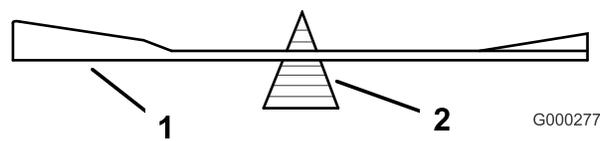

図 80
2. ブレード баланサーを使ってバランスを調べる 図 80。